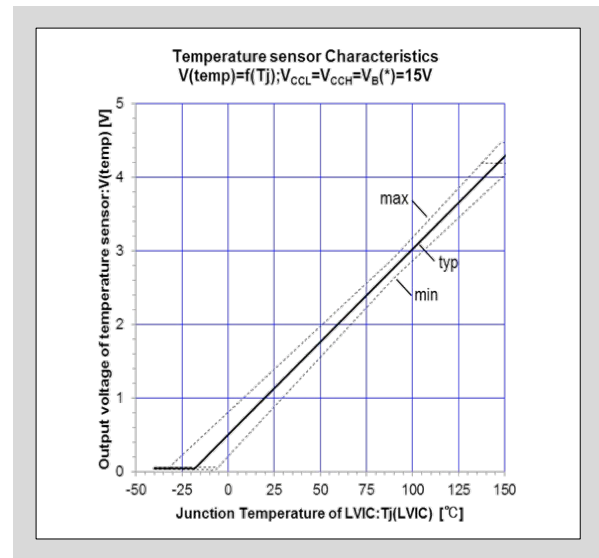

図3-25 LVIC温度とTEMP出力電圧特性
- 図3-25にプルダウン抵抗5k Ω を接続した場合のTEMP端子出力電圧特性を示します。